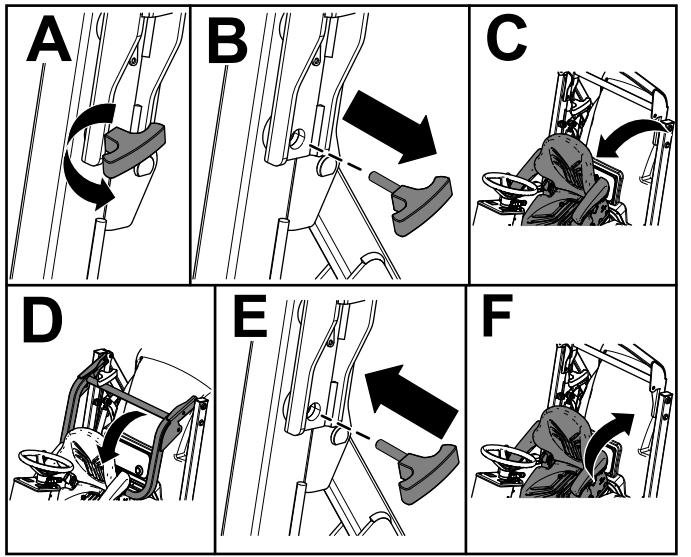

Figura 15
4. Incline il sedile in avanti (Figura 15).
5. Togliete i perni della manopola dal roll bar (Figura 15).
6. Abbassate il roll bar e fissatelo in posizione con i perni della manopola (Figura 15).
7. Incline il sedile indietro alla posizione di bloccaggio (Figura 15).